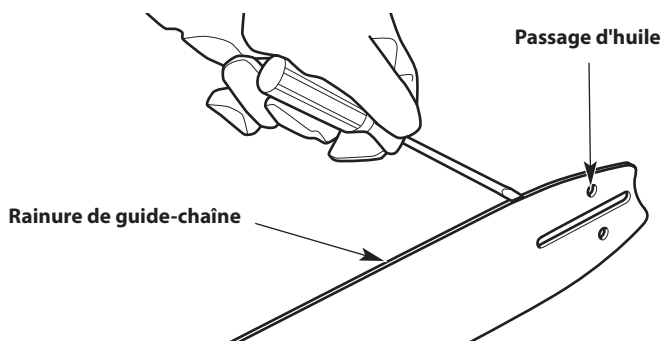
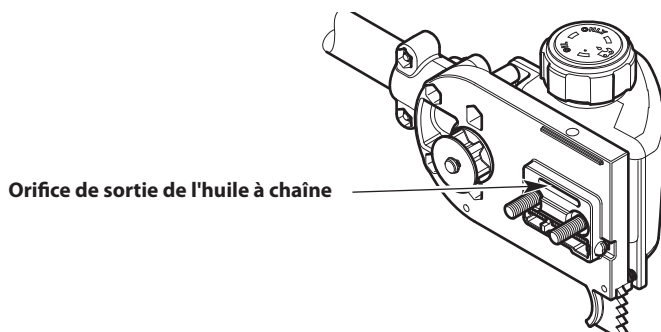

Fig. 19
Fig. 20
2. Nettoyez la rainure de la tige de guidage et les passages d'huile chaque fois que la chaîne est enlevée, lorsque l'appareil a été largement utilisé ou lorsque la chaîne semble sale. Utilisez un tournevis, un couteau à mastic, une brosse d'acier ou un instrument similaire pour enlever les débris de la rainure de la tige de guidage (Fig. 19). Utilisez un petit fil souple pour enlever les débris du trou d'évacuation d'huile de la chaîne (Fig. 20).